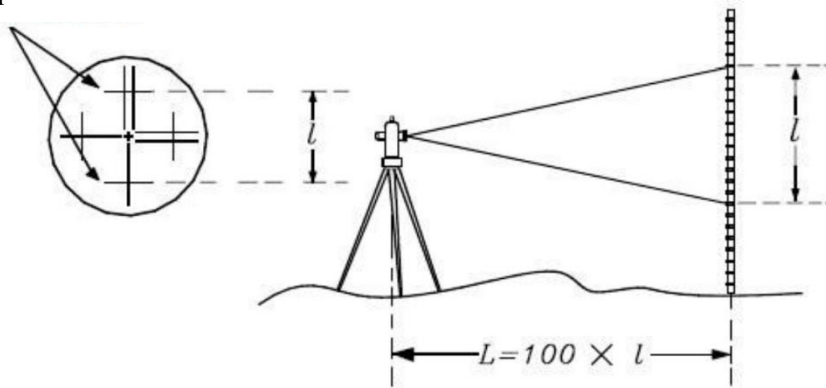

Рис. 4.16 – Метод вимірювання відстаней за допомогою сітки ниток
- ще одне застосування електронного теодоліта. Це простий метод, але для нього потрібна рейка зі шкалою, наприклад, нівелірна рейка (рис. 4.16).